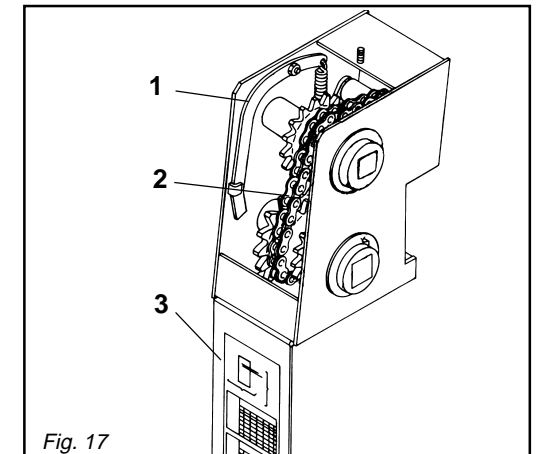

Fig. 17
La distanza longitudinale di semina si può variare spostando la catena posta all'interno della scatola del cambio (Fig. 17).
Der Aussaatlängsabstand kann durch Verschiebung der Kette, die sich im Getriebekasten (Abb. 17) befindet,
La distancia longitudinal de siembra se puede variar desplazando la cadena puesta en el interior de la caja de cambio (Fig. 17).
- Per spostare la catena, aprire il coperchio della scatola del cambio (3 Fig. 17) ed allentare la catena (2 Fig. 17) mediante la leva (1 Fig. 17);
*inside the gear-box (fig. 17).*
- To move the chain ,open the gear-box cover (3 fig.17) and loosen the chain (2 fig.17) by means of the lever (1 fig.17);
- Um die Kette zu verschieben, den Deckel des Getriebekastens (3 Abb. 17) öffnen und die Kette (2 Abb. 17) durch den Hebel (1 Abb. 17) lockern;
*déplacement de la chaîne qui se trouve dans la boîte de vitesse (Figure 17). Sur le couvercle de la boîte de vitesse il y a un tableau pour le réglage de la distance d'ensemencement et un autre tableau avec le mécanisme de transmission installé sur la roue qui donne le mouvement à la boîte de vitesse.*
- Pour déplacer la chaîne, ouvrir le couvercle de la boîte de vitesse (3 Figure 17) et détendre la chaîne (2 Figure 17) par le levier (1 Figure 17);
- Para desplazar la cadena, abrir la tapa de la caja del cambio (3 Fig. 17) y aflojar la cadena (2 Fig. 17) a través de la palanca (1 Fig. 17).